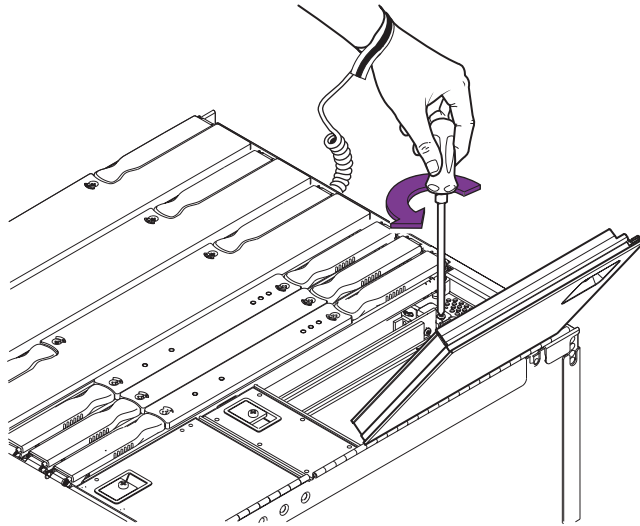
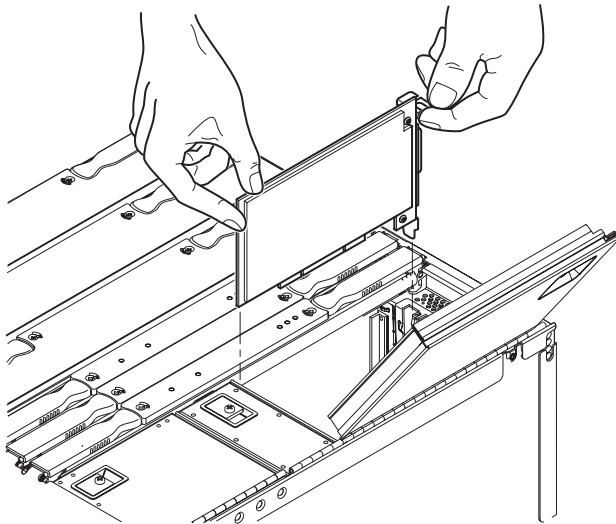

図 8-8 I/O カードの固定ねじの取り外し
図 8-9 I/O カードの取り外し
9. 固定ねじを外します。カードが IB_SSC のソケットから外れるまで、ゆっくりと上に持ち上げます (図 8-8 および図 8-9)。